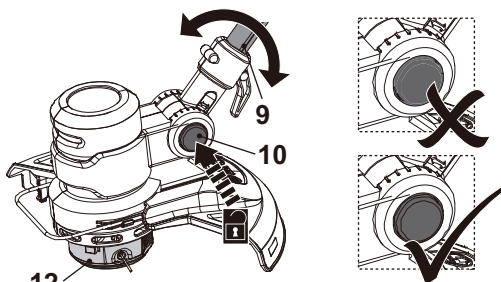

Fig. 9
1. Pulse el botón de desbloqueo (10) y manténgalo en su posición.
2. Mueva el polo inferior (9) ligeramente hacia arriba o hacia abajo (Fig. 9).
3. Suelte el botón de desbloqueo (10) y siga girando el polo inferior (9) hasta que encaje en su sitio.